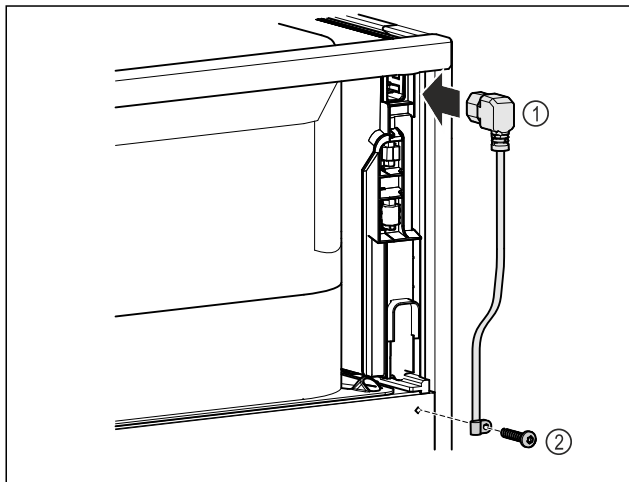

Fig. 13
- ▶ Sæt køleskabsudtagetets strømkabel Fig. 13 (1) i på apparatets bagside.
- ▶ Montér trækaflastningen. Fig. 13 (2)